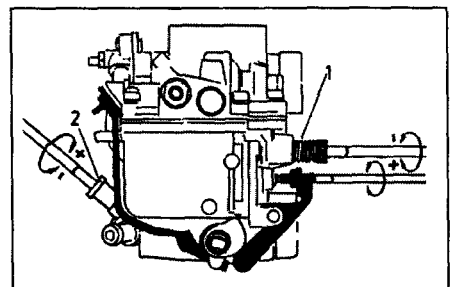

Рис. 4.10 Местоположение регулирующих винтов холостого хода
- 10 Установите необходимые обороты двигателя винтом "оборотов" АСХХ (см. Спецификации) (рис. 4.10).